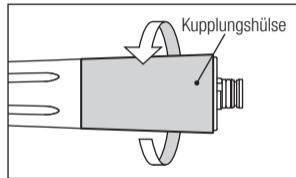

Abb. 14
- 1) Lösen und entfernen Sie die Kupplungshülse hinten am Handstück. (X450L/X450)(Abb. 14)